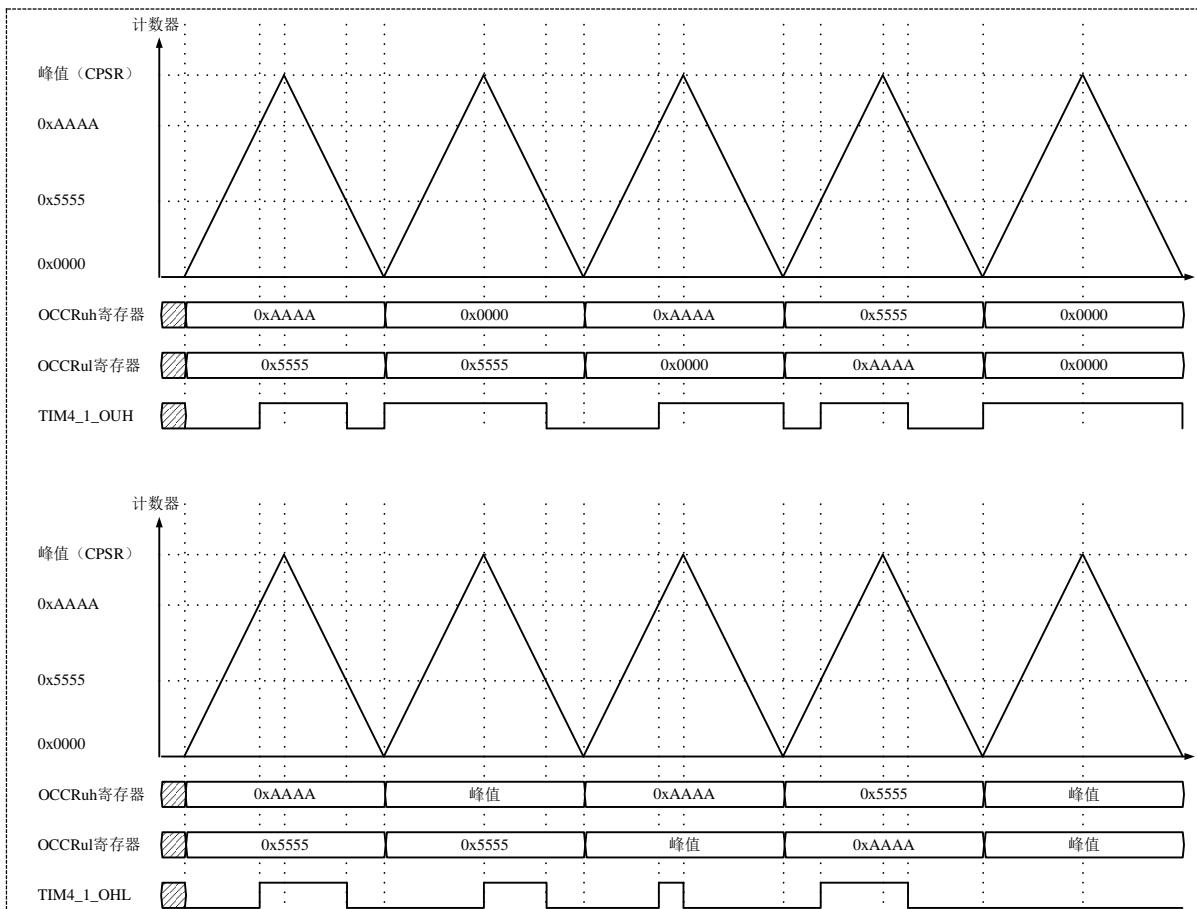

图 19-7 三角波模式波形输出例
2) 下图 19-7 是三角波计数模式下的比较输出模块的波形输出示例。